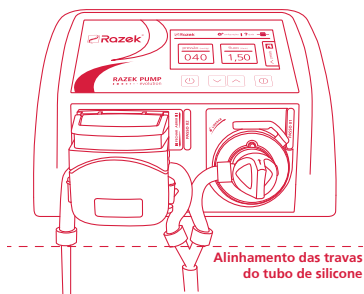

Figura 18 - Equipo inserido corretamente.
6. Feche a tampa do sistema de bombeamento, finalizando a conexão do equipo (Figura 18).